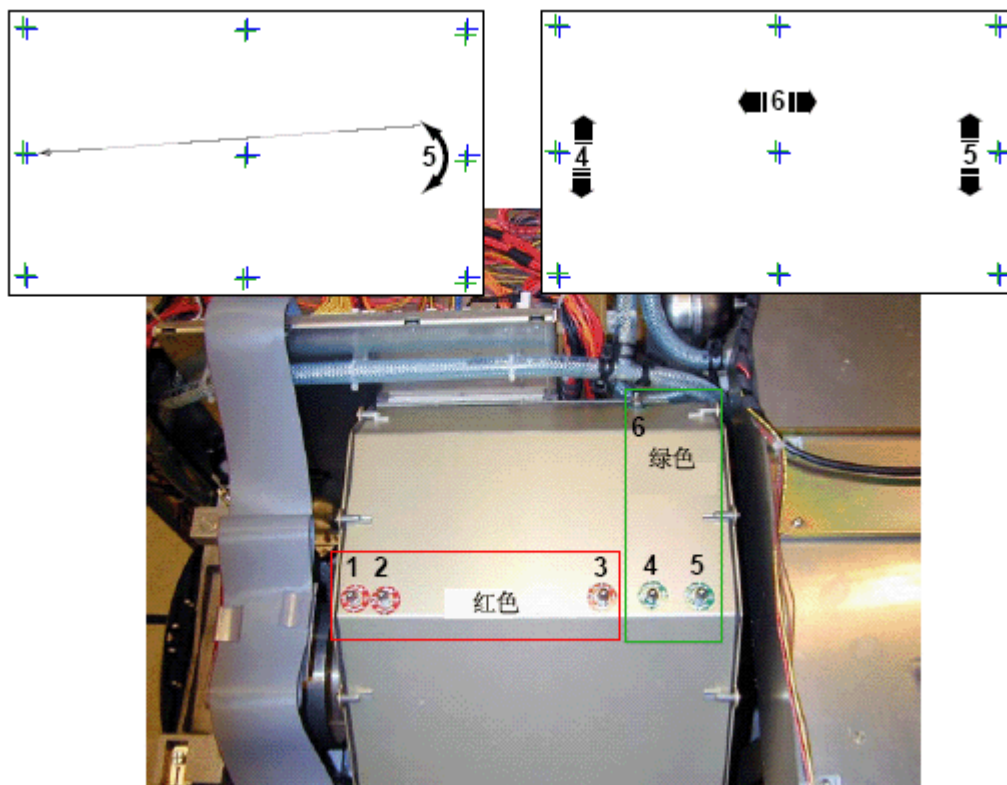

图 9-21 绿色聚焦调节
- 调节控制5，去除绿色图像较之蓝色图像的倾斜。（图9-21）